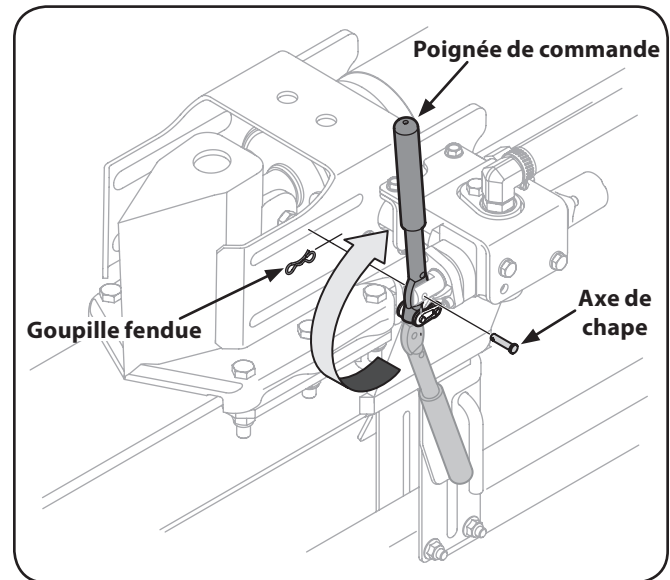

Figure 3-8
- Retirez l'axe de chape et la goupille fendue de la poignée de commande. Voir Figure 3-8.
- Faites pivoter la poignée de commande à la position de fonctionnement et fixez-la avec l'axe de chape et la goupille fendue retirés à l'étape 22. Voir Figure 3-8.